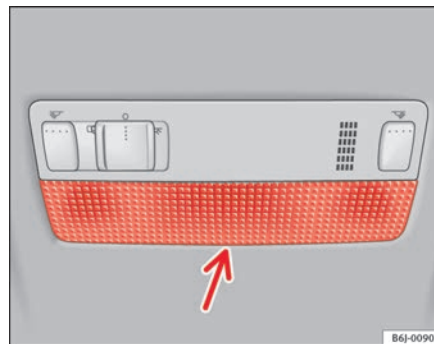

Abb. 160 Leseleuchte vorne
- Das flache Ende eines dünnen Schraubendrehers zwischen Gehäuse und Glas einführen ⇒ Abb. 160.